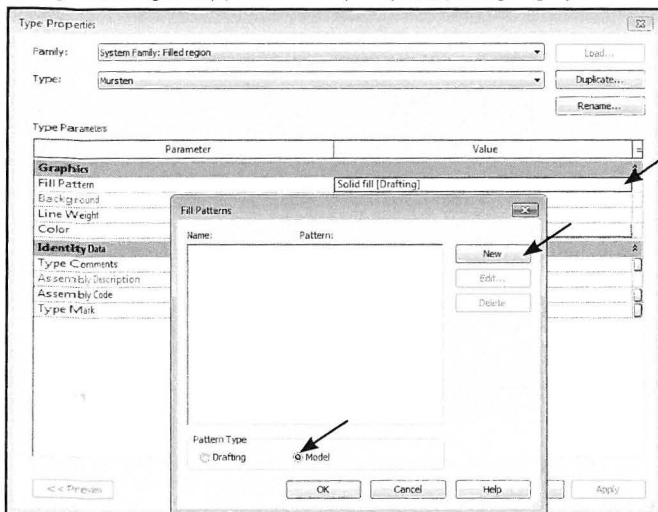

Fig. 15.84. Skift skraveringen ud.
- Skrift *Fill Pattern*, ved at trykke i højre side af feltet (Fig. 15.84).
- Sæt mærke i *Model*, for at oprette en ny (Fig. 15.84).
- Klik *New* (Fig. 15.84).